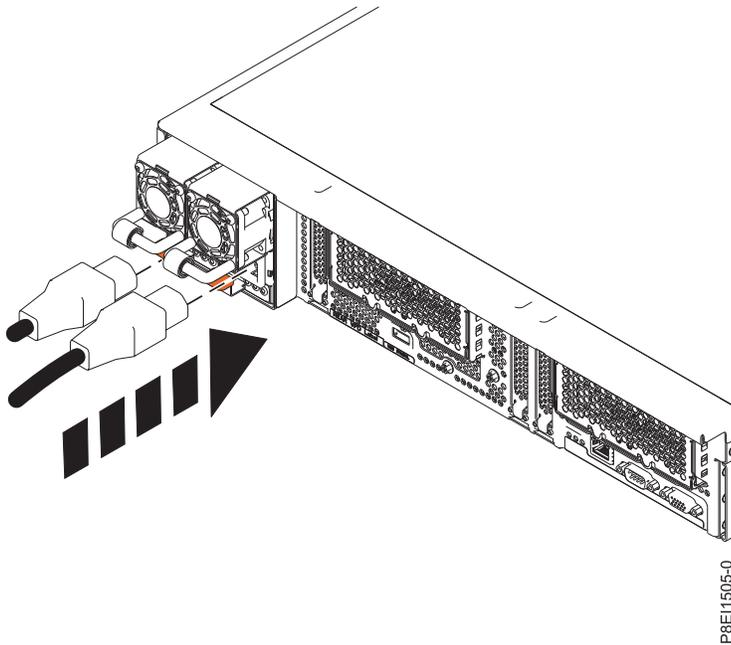

図 72. 8335-GTA システムまたは 8335-GCA システムへの電源コードの接続
2. ラベルを確認して、電源コードをシステム装置に再接続します。図 116 ページの図 72 を参照してください。